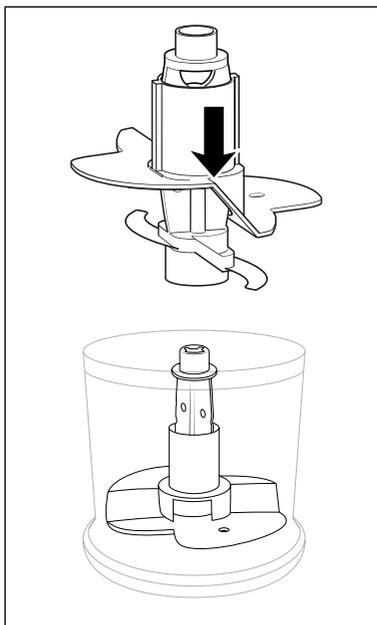

Fig. 1
- Pour 100 ml de crème, montez l'accessoire batteur sur le porte-lame 5 de sorte que l'accessoire batteur 10 s'applique sur les deux lames-hélice 7 et s'enclenche (fig. 1) :